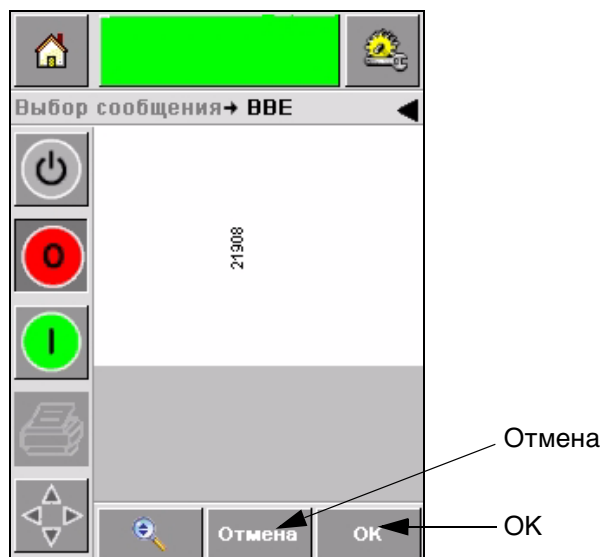

Рисунок 5-6: Просмотр задания
Если Вам нужно отменить процесс выбора работы, коснитесь кнопки *Отмена* или кнопки *Домой* (смотреть Рисунок 5-6 на странице 5-5).
- 4 Когда Вы выбираете нужное задание, CLARiTY отображает предварительный просмотр печати выбранного задания (Рисунок 5-6).
- 5 Коснитесь пиктограммы ОК если показанная информация верна (Рисунок 5-6). Принтер начнет печать задания.